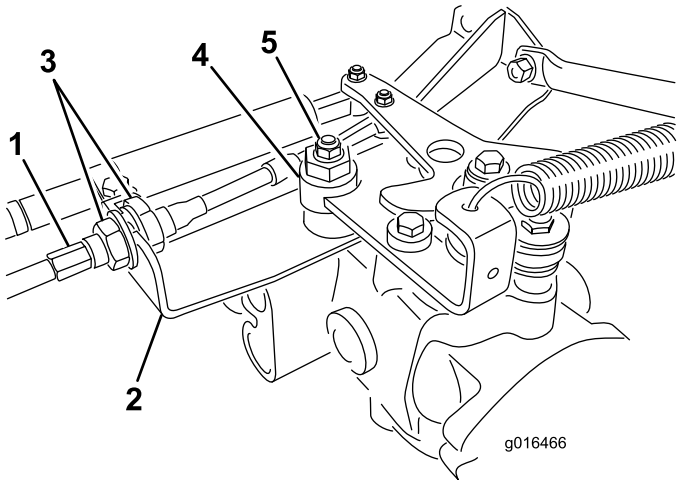

Figura 41
- A. Allentate entrambi i controdadi che fissano il cavo di comando della trazione alla paratia dell'igrostatato (Figura 41). Verificate che i controdadi siano ugualmente allentati, in modo sufficiente da consentire la messa a punto.
Nota: Allentate il dado che fissa l'eccentrico alla parte superiore dell'igrostatato (Figura 41).
- E. Quando la ruota cessa di girare, serrate il dado di bloccaggio dell'eccentrico per mantenere la messa a punto (Figura 41).
- G. Da ambo i lati della piastra serrate in modo uniforme i dadi che fissano il cavo di trazione alla piastra (Figura 41). Non torcete il cavo.